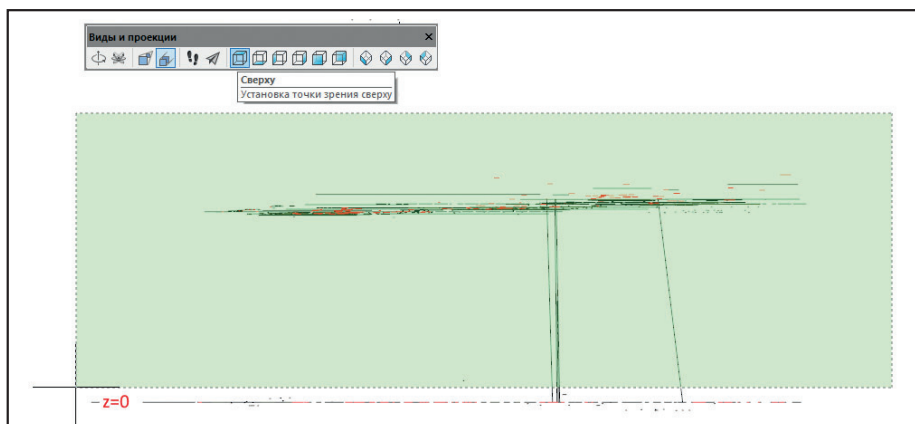

Рис. 9
1. Включить вид сбоку и выбрать все объекты, которые лежат выше или ниже нуля (рис. 9).